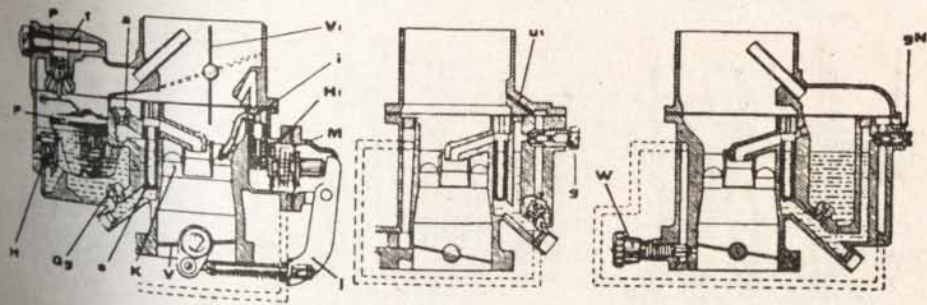

Fig. 3-4.— Carburador Solex 34 PCIS, de Citroën 3CV
6. Carburador Solex 34-PCIS.— Se emplea en los motores 3CV. La bencina llega por el tubo superior, se filtra y pasa al vaso, donde se mantiene su nivel constante, regulado por la válvula y el flotador (Fig. 3-4).